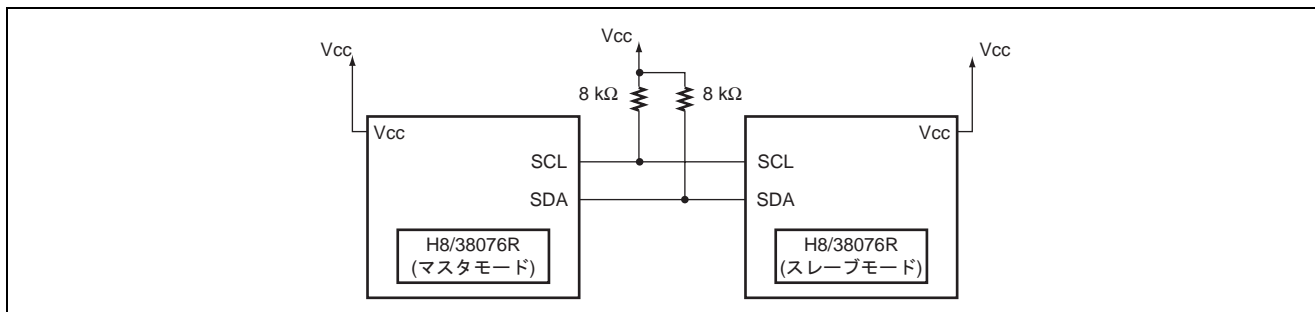

図 1 I²C バスマスタ/スレーブ間通信の接続図
- 図 1 に示すように、H8/38076R の I²C バスインタフェース 2 を用いて、マイコン間通信を行います。